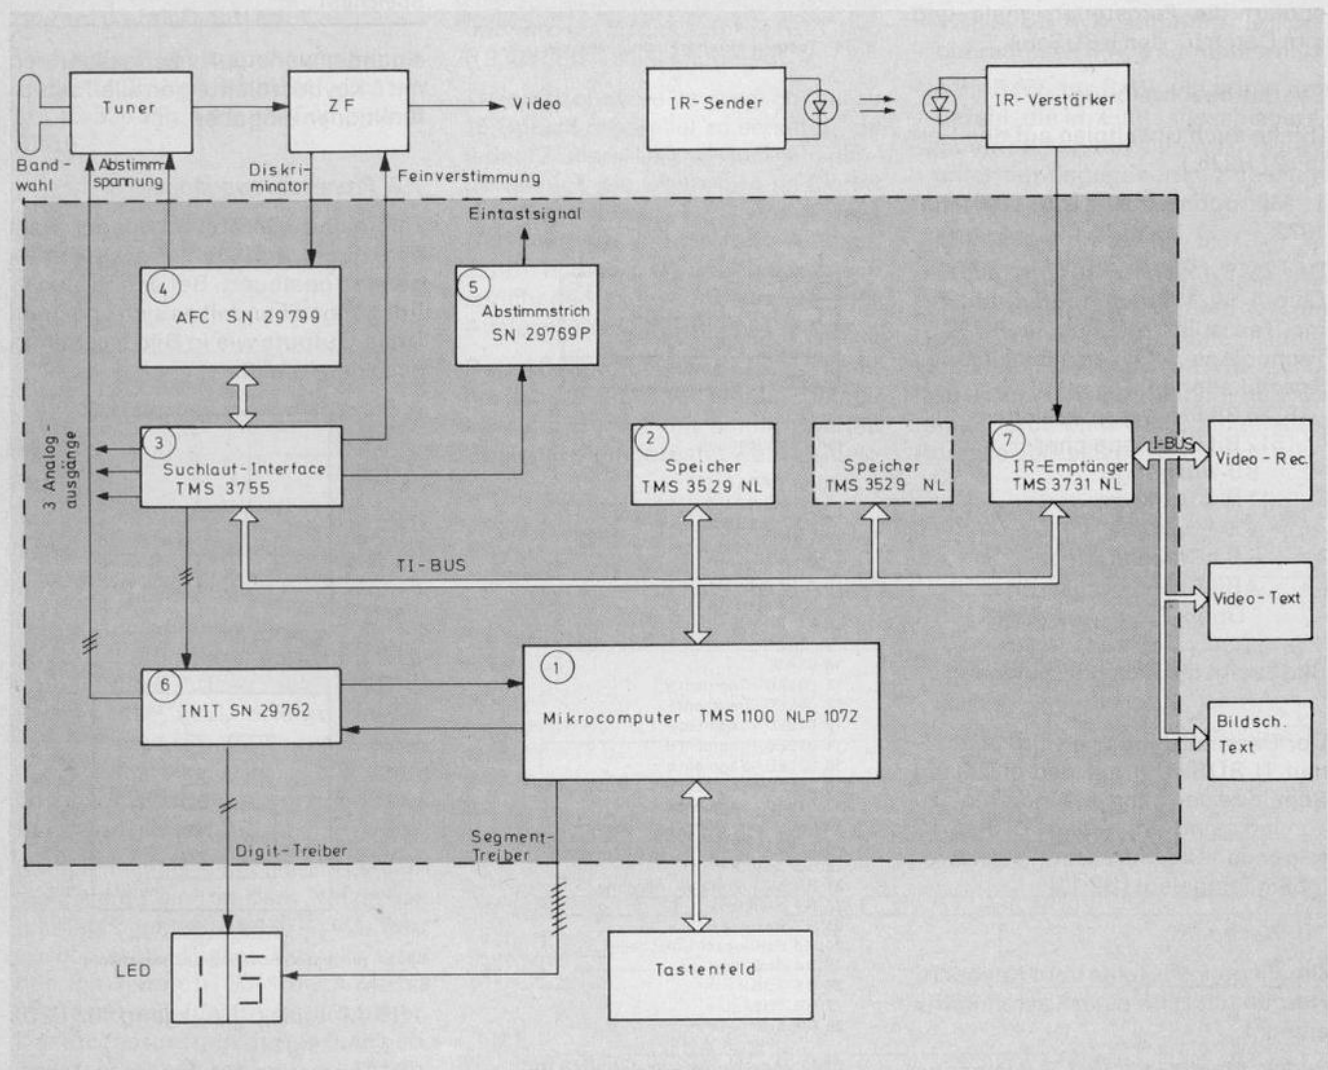

Bild 1 Blockschaltbild des Suchlaufbausteines
**Bild 1** zeigt das Blockschaltbild des Suchlaufbausteines. Es läßt sich in